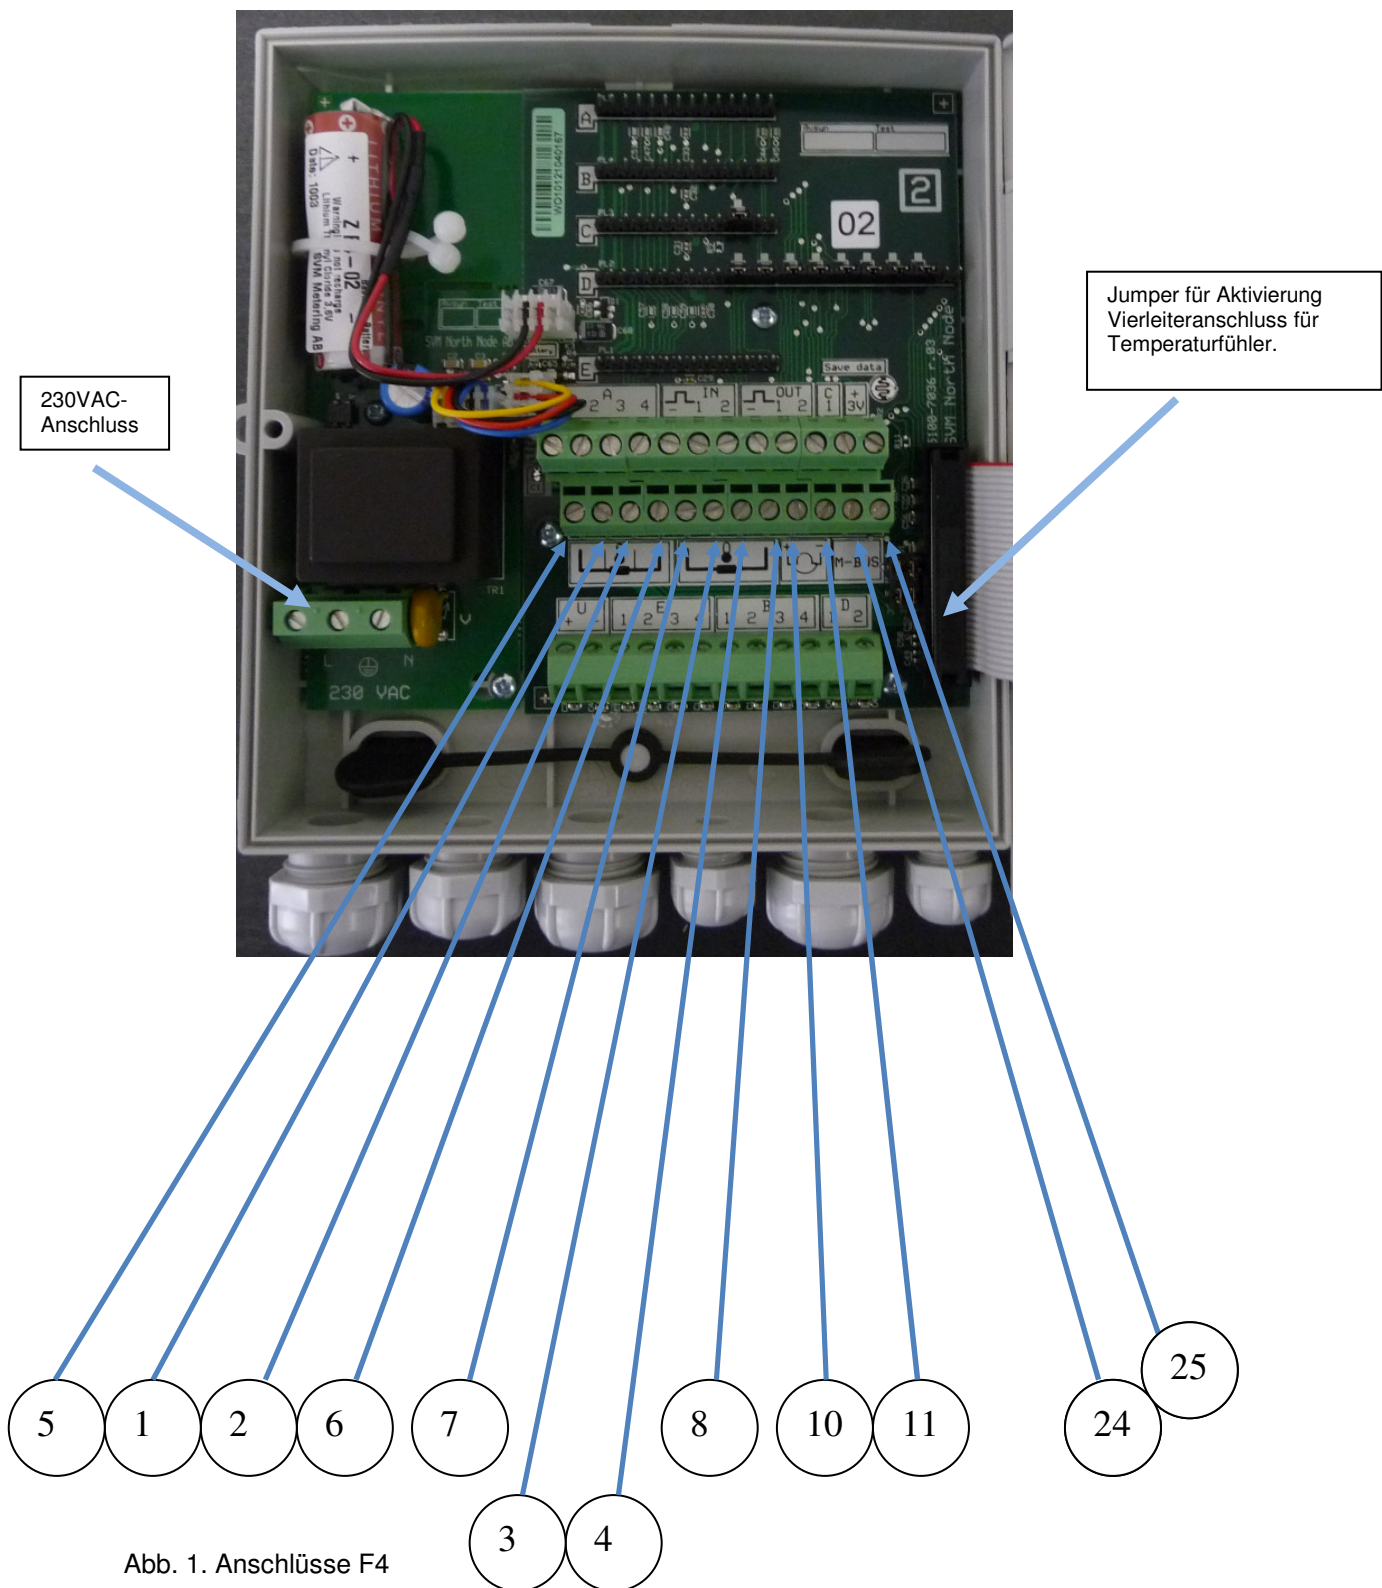

Abb. 1. Anschlüsse F4
* Nur F4. Diese Klemmen finden nur bei 4-Leiterschaltung Verwendung. Um die 4-Leiterschaltung zu aktivieren, müssen die Jumper J1 – J4 entfernt werden. Diese Jumper befinden sich links neben dem Steckverbinder, der das Rechenwerkoberteil mit dem Rechenwerkunterteil verbindet (s. Abb. 1).